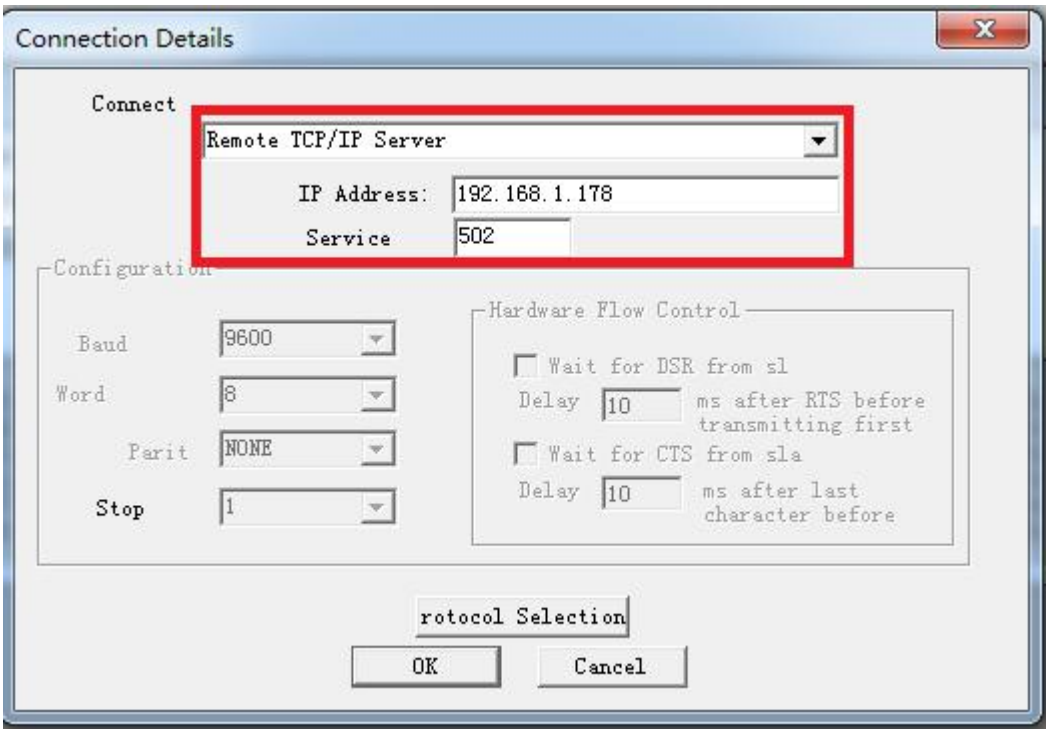

图 1
2. 选择菜单 Connection/Connect, 选择 Remote TCP/IP Server, 输入 RVNet-Q-S 的 IP 地址, Service 端口为 502; 点击[OK]按钮, 如图 1 所示。